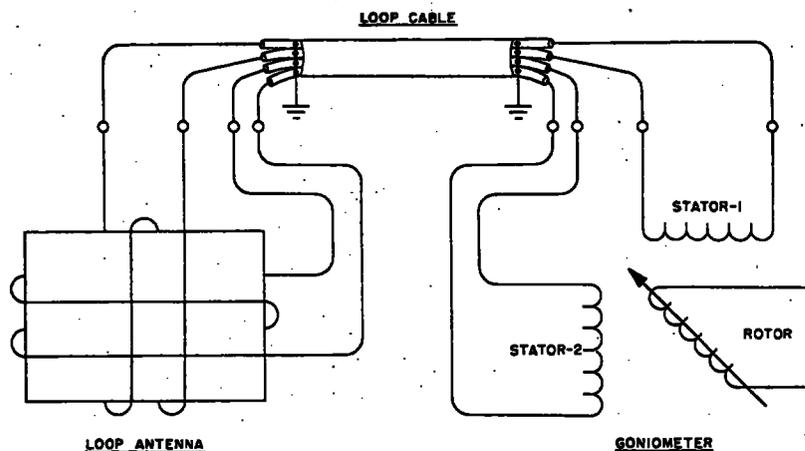

FIGURE 4-3 LOOP ANTENNA AND GONIOMETER
4.2.11 LOOP ANTENNA AND GONIOMETER (Figure 4-3)